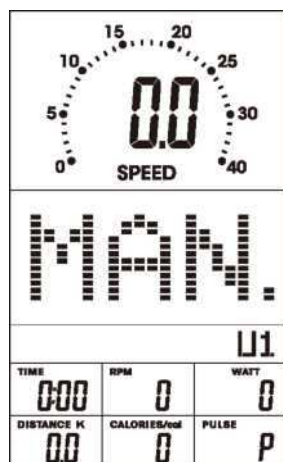

Figure 9
1. Les choix disponibles sont MAN. (MODE MANUEL) → PROG (PROGRAMME), USER (PROGRAMME UTILISATEUR) → H.R.C. (CONTRÔLE DU RYTHME CARDIAQUE) → WATT (FIGURES 9 À 13).